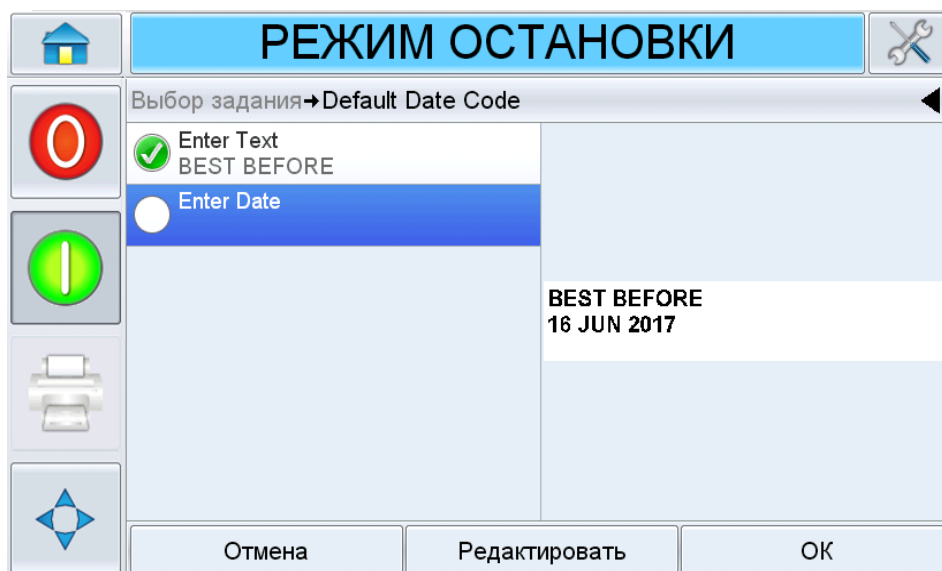

Рис. 6-5: Окно кода даты по умолчанию
2. Коснитесь требуемого поля в списке, чтобы выбрать его (автоматически выбирается первое поле в списке). В окне предварительного просмотра отображаются данные по умолчанию для этого поля (Рисунок 6-5).